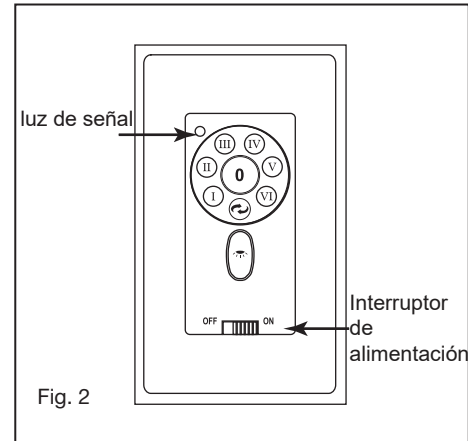

Fig. 2
- 3 Levante la pantalla de vidrio contra el conjunto de LED y gire en el sentido de las agujas del reloj hasta que quede ajustado, **NO APRIETE DEMASIADO**. Restaure la energía y su kit de luz estará listo para funcionar (Fig.2)
- 7** Luz de señalización (Fig. 2)